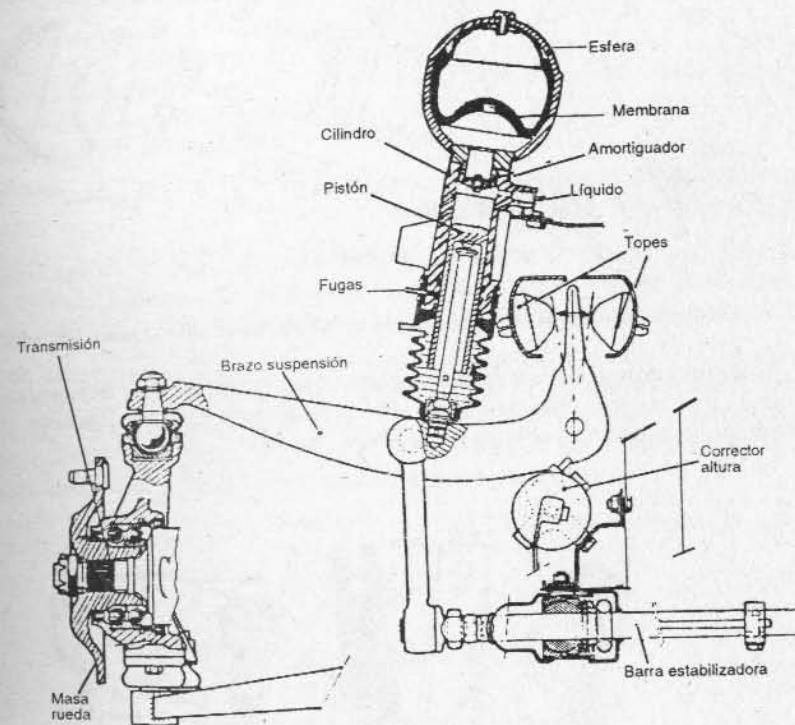

Fig. 1-18.— Disposición de los elementos que componen la suspensión delantera.
14. Suspensión hidroneumática GS y CX.— Los modelos GS y CX están equipados con la suspensión hidroneumática Citroën. Cada brazo de rueda está provisto de una **esfera** neumática y de un cilindro-pistón hidráulico, que mantienen suspendido el automóvil con eficiencia y suavidad, mediante la acción del gas y del líquido, ambos a presión. El gas constituye el elemento elástico de la suspensión, y el líquido realiza la conexión entre los brazos de cada rueda y el gas (Fig. 1-18).